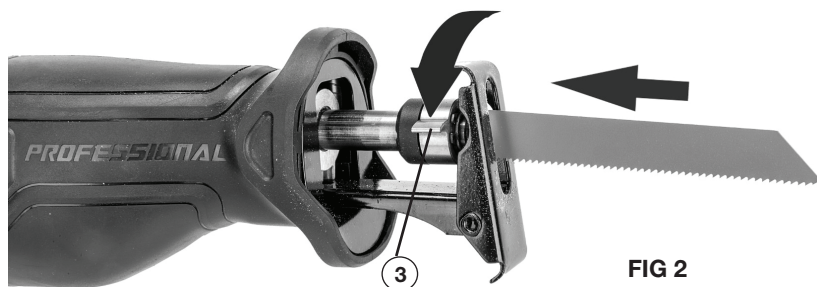

FIG 2
INSTALACIÓN Y RETIRO DE LA HOJA DE SIERRA (FIG 2)
Para instalar una hoja, gira la abrazadera de liberación rápida de la hoja (3) todo lo que pueda en la dirección que se muestra en la FIG 2 (en sentido contrario a las agujas del reloj si estás frente a la sierra). Desliza la nueva hoja en la abrazadera de liberación rápida de la hoja todo lo que pueda. Libera la abrazadera de liberación rápida de la hoja. La nueva hoja ahora debería estar firmemente sujeta.